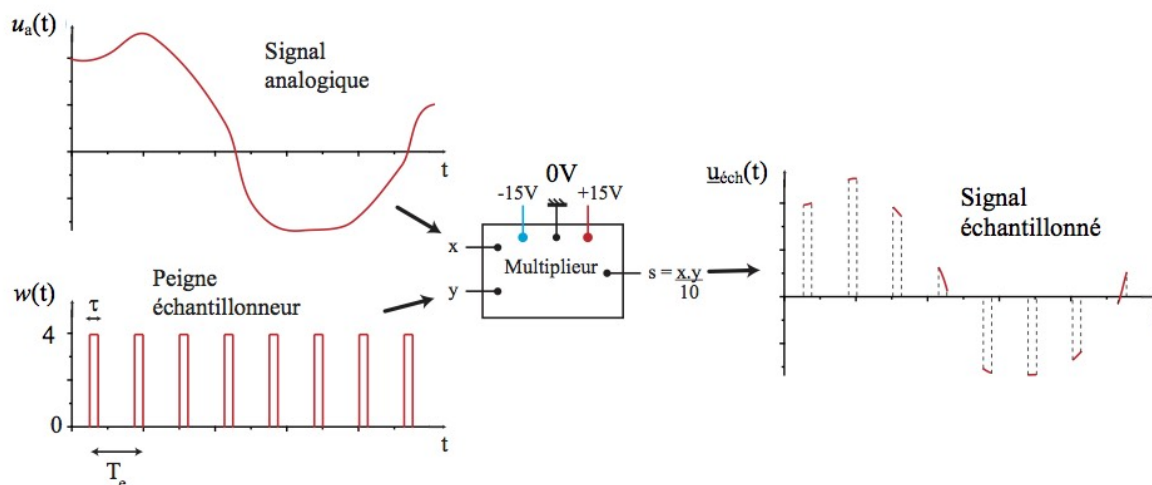

Figure 1
- La tension  $w(t)$  est donnée par un second GBF = GBF2. Il délivre une tension en forme de "peigne" comprise entre 0V et 4V et de fréquence  $F_e = 10$  kHz, représentée sur la Figure 1 (on choisit cela au lieu de 0V et 1V afin que le signal de sortie soit mieux visible sur l'écran). Le rapport cyclique est :  $\rho = \tau/T_e$ . Régler GBF2 et le rapport cyclique à 10 % (valeur minimale qu'on peut obtenir avec ces GBF).
- Pour obtenir le signal échantillonné  $u_{\text{éch}}(t)$  on utilise un circuit électronique **multiplieur**1 dont le schéma de branchement est donné sur la Figure 1 : il faut d'abord relier